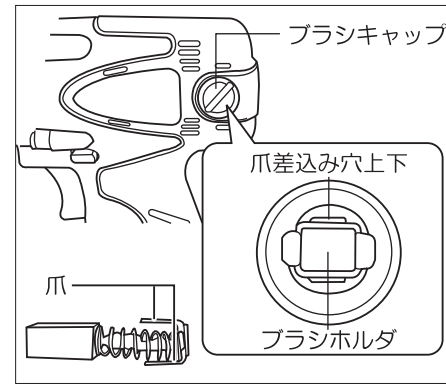

図10
■カーボンブラシの交換について (図10参照)
- ①本機左右のブラシキャップを外し、短くなったカーボンブラシを取出してください。
- ②新しいカーボンブラシをブラシホルダに差し込みブラシキャップを締めてください。